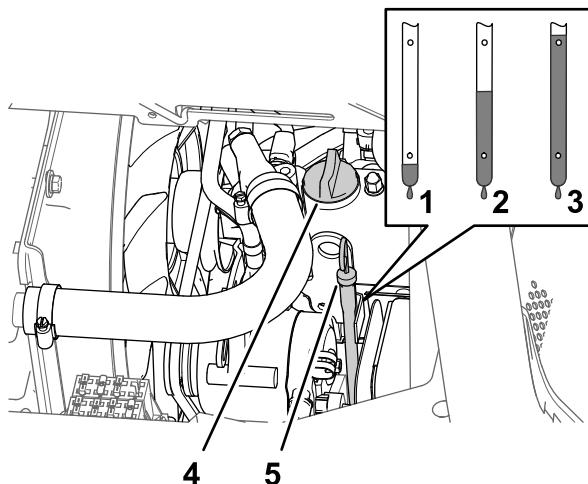

Bild 80
5. Nehmen Sie den Ölfülldeckel vom Füllstutzen an der Ventilabdeckung des Motors (Bild 80) ab und gießen Sie ungefähr 80% der angegebenen Ölmenge langsam in den Füllstutzen.
6. Nehmen Sie den Peilstab heraus und lesen den Ölstand im Motor ab (Bild 80).
Voll-Markierung am Peilstab anzuheben (Bild 80).
8. Bringen Sie den Ölfülldeckel in den Füllstutzen und den Peilstab in das Peilstabrohr (Bild 80).